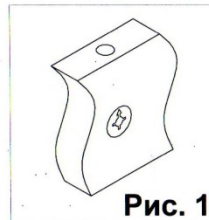
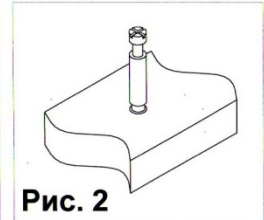

Рис. 1
Рис. 2
1. Прибить подпятники (14) к деталям 4, 9 и 8 при помощи гвоздей. Закрутить дюбель (4) в муфты на деталях 2, 3, 8 (см. рис.2). Вставить стяжки-растекс (3) в детали 1, 5, 9 (см.рис.1). Забить шканты (1) в детали 1, 5, 7, 3, 9. Прикрутить направляющие (7) к боковинам 1 и 5 саморезами (5). Соединить боковины 1 и 5 с полкой 2. Фиксацию стяжек растекс (3) произвести путем поворота их по часовой стрелке. К полке 2 прикрутить опоры (16) саморезами (19). Присоединить к боковине 5 царгу 6 евроинтами (2). Установить полку 3 на боковины 1 и 5. Крепление произвести при помощи стяжек-растекс (3). Шкант (9) забить так, чтобы выступающая часть шканта составила примерно 20 мм. Присоединить к детали 4 полку 3 и царгу 6 евроинтами (2). Забить шканты (1) в деталь 7 и соединить ее с полкой 3. Вставить заглушку (18) в полку 3.
Взять стенку заднюю выдвижного ящика и забить в соответствующие отверстия шканты (1). Соединить боковины ящика с задней стенкой. Фиксацию производить при помощи евроинтов (6). Далее положить каркас ящика на заднюю стенку и забить шканты (1) в соответствующие торцевые отверстия на боковинах ящика, и вставить стяжки-растекс (15) (см.рис.1). После этого вставить дно ящика в пазы на каркасе ящика, таким образом, чтобы дно ящика вошло в паз на стенке задней ящика. Далее закрутить в переднюю панель ящика в имеющиеся муфты дюбеля стяжек-растекс (4). Соединить переднюю панель ящика с каркасом. Фиксацию произвести путем поворота стяжки (15) по часовой стрелки. Затем вставить ящик в каркас стола и прикрутить боковины ящиков к направляющим. Далее к передней панели прикрепить ручку (12). Аналогичным образом собрать остальные ящики.